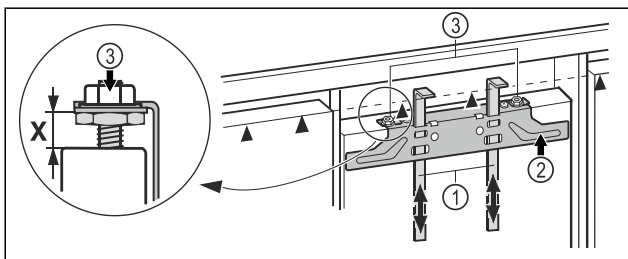

Fig. 18
- Podignite montažna pomagala Fig. 18 (1) na visinu vrata namještaja. Donji rub graničnika ▲ montažnog pomagala = gornji rub montiranih vrata namještaja.
- Odvrnite pričvrtnu poprečnu letvicu Fig. 18 (2) s pomoću protumatica Fig. 18 (3).